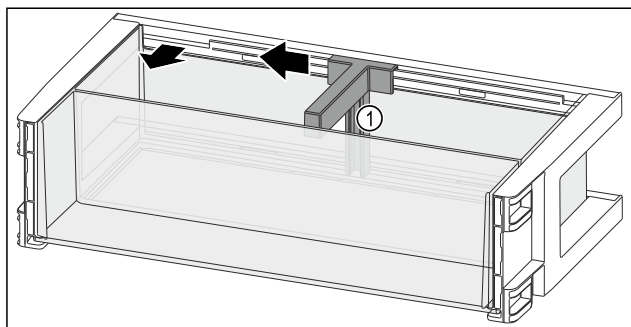

Fig. 114
- Flessenhouder Fig. 114 (1) tot aan de uitsparing opzij schuiven.
- Flessenhouder Fig. 114 (1) verwijderen.